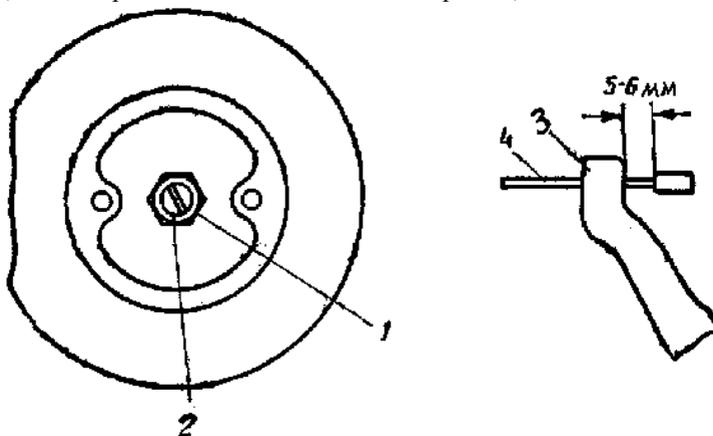

Рис. 39 Регулировка муфты сцепления:
3. Отвернуть на два-два с половиной оборота контргайку 1 (рис. 39) регулировочного винта 2 муфты сцепления.